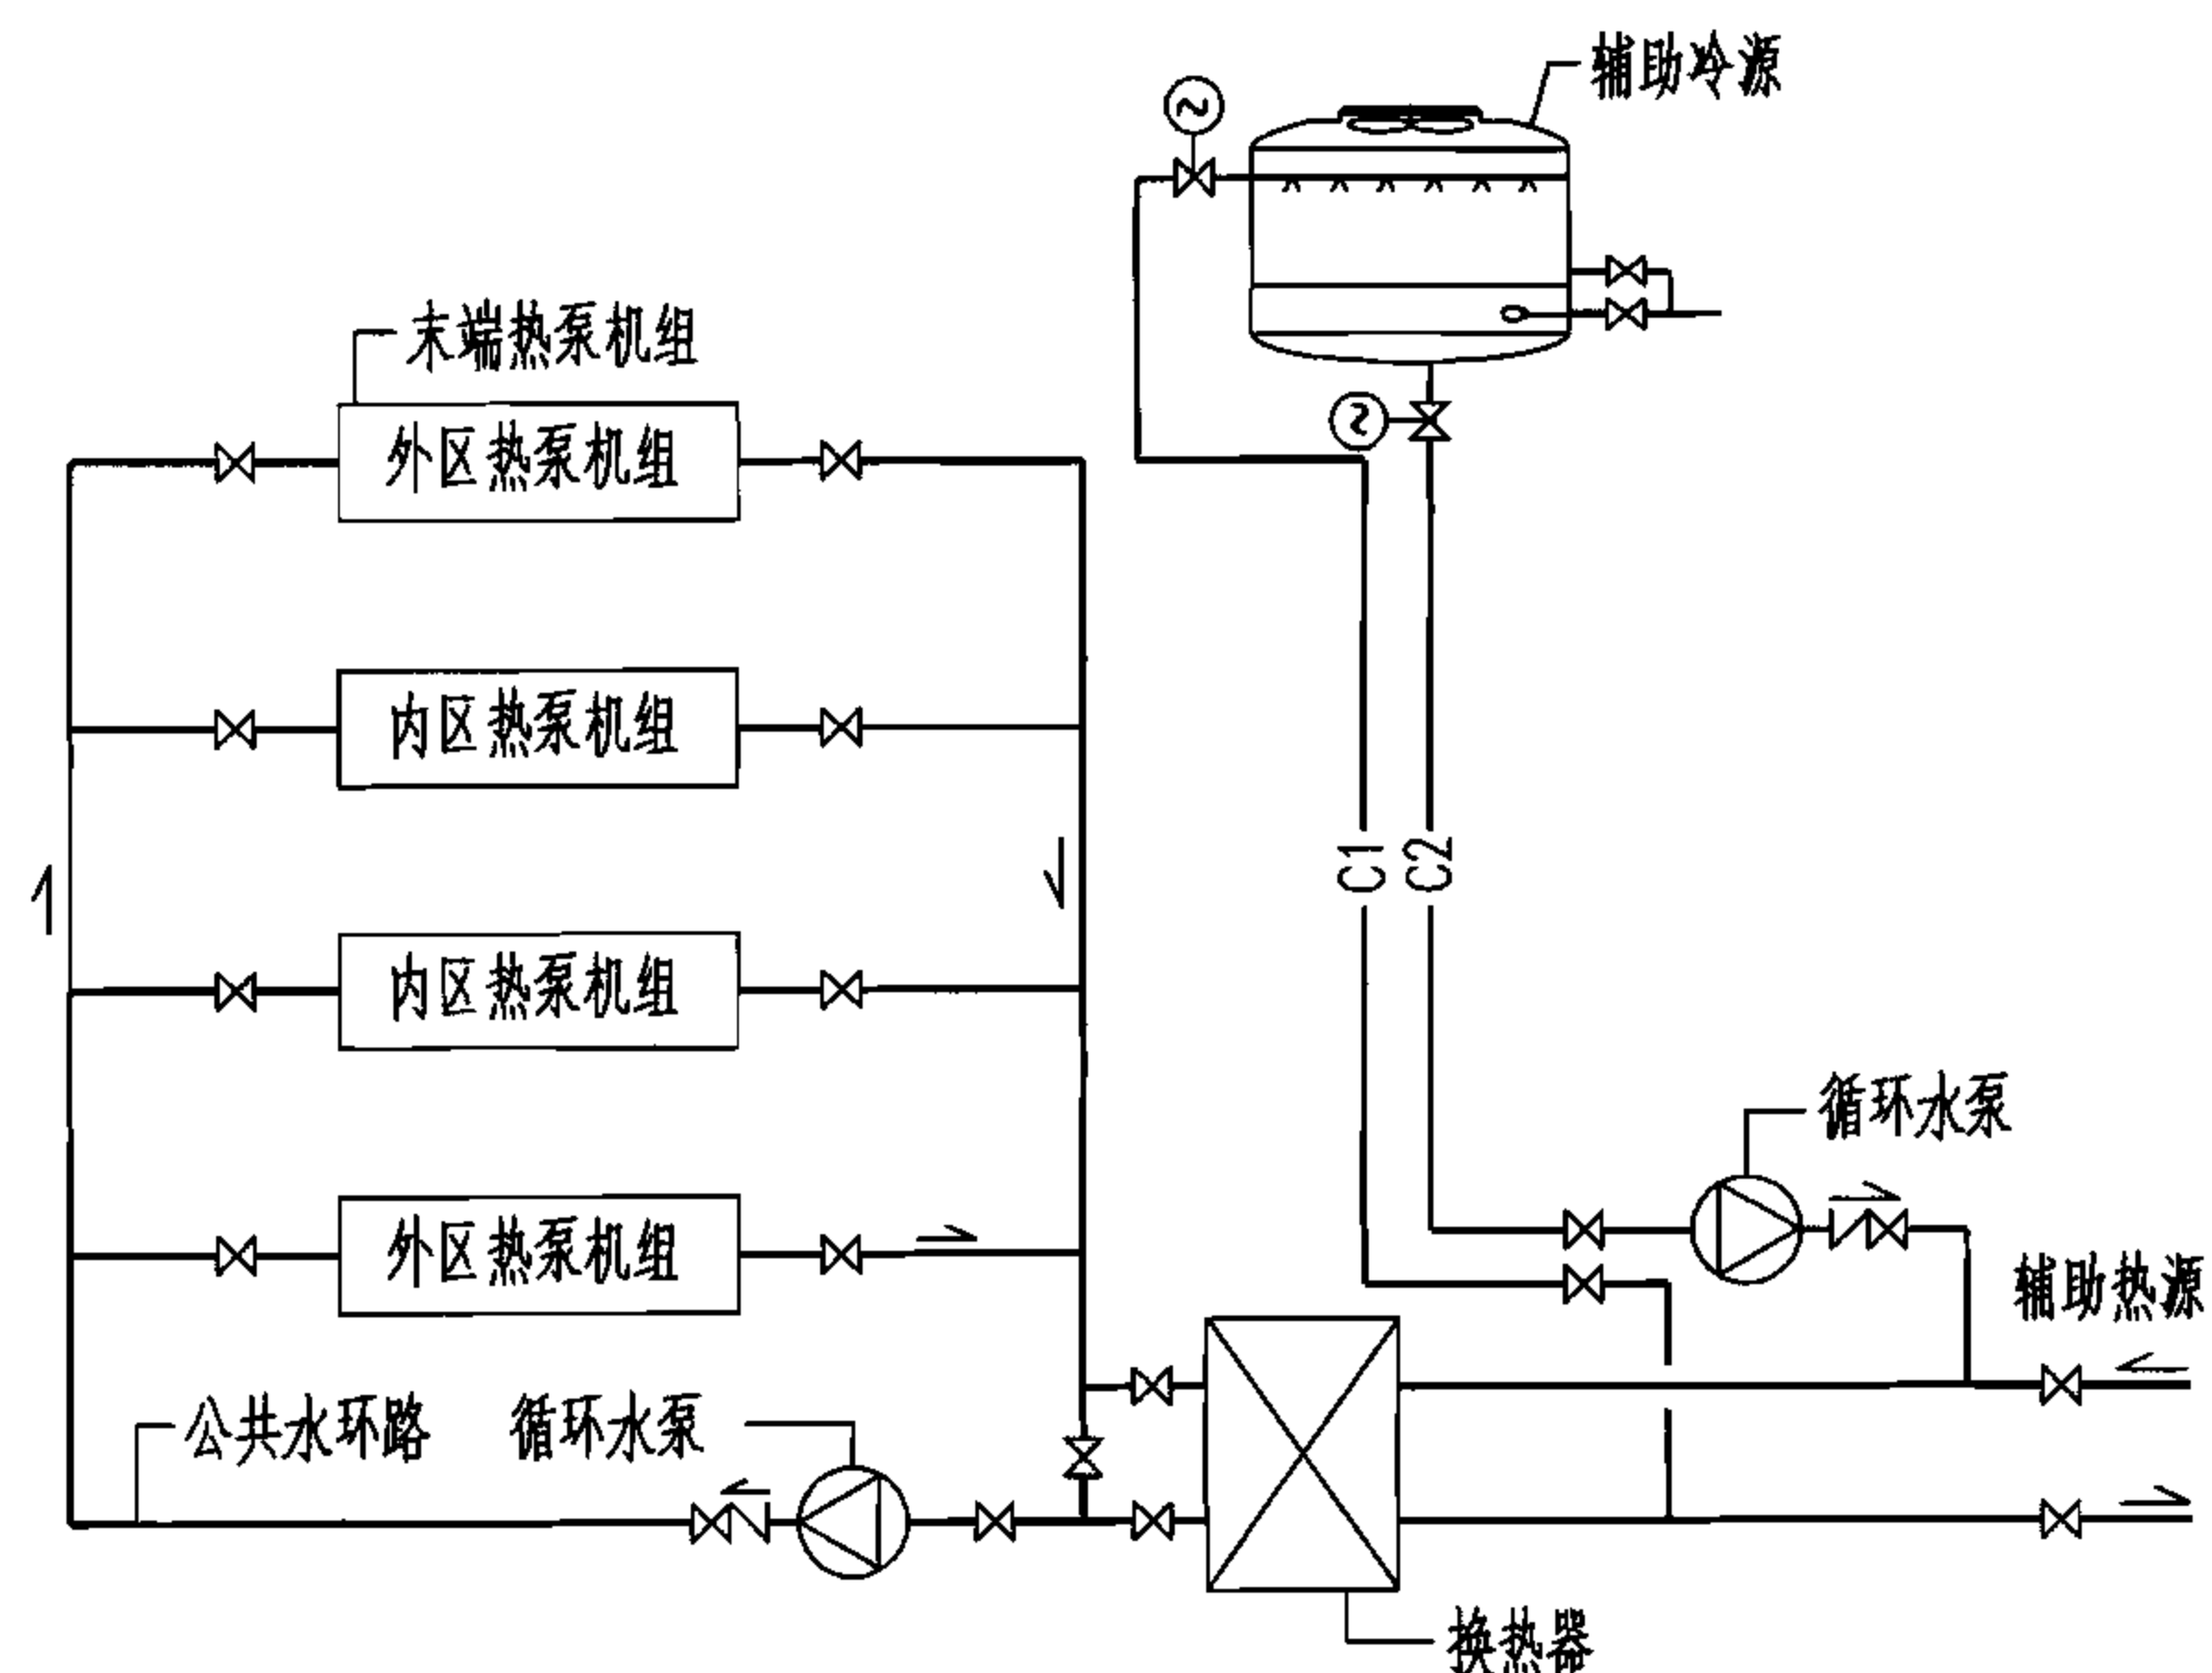
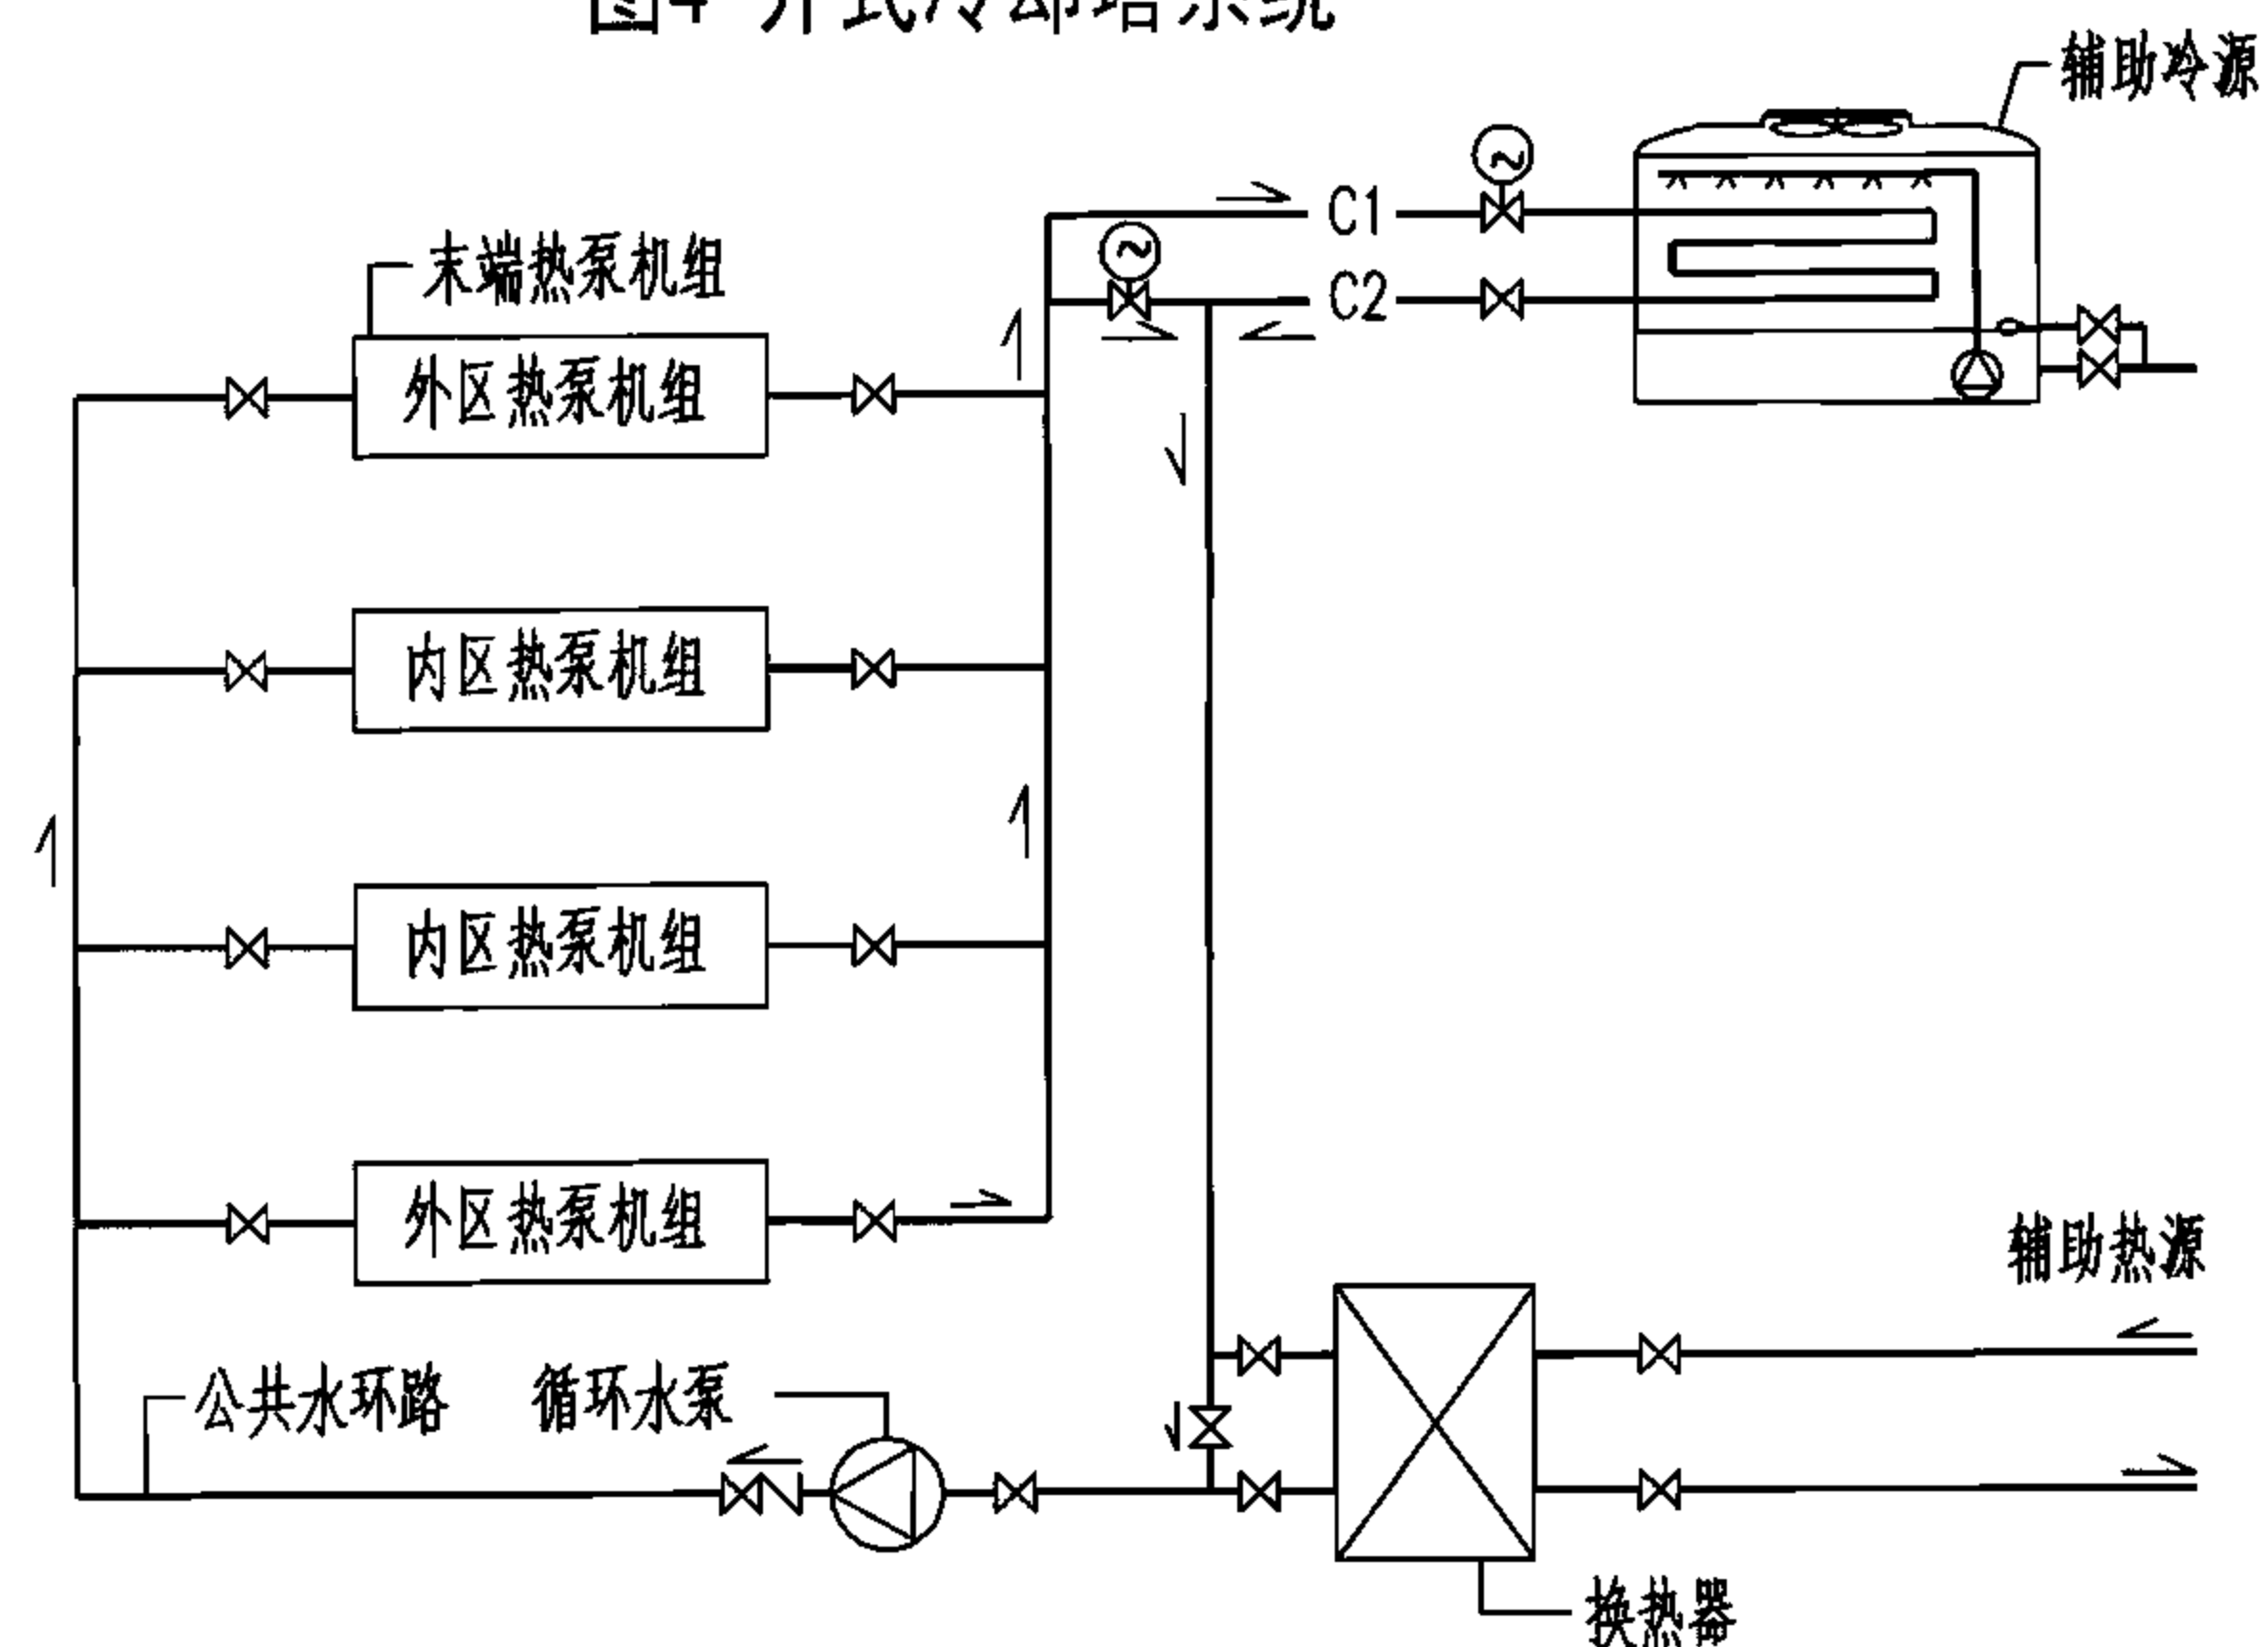
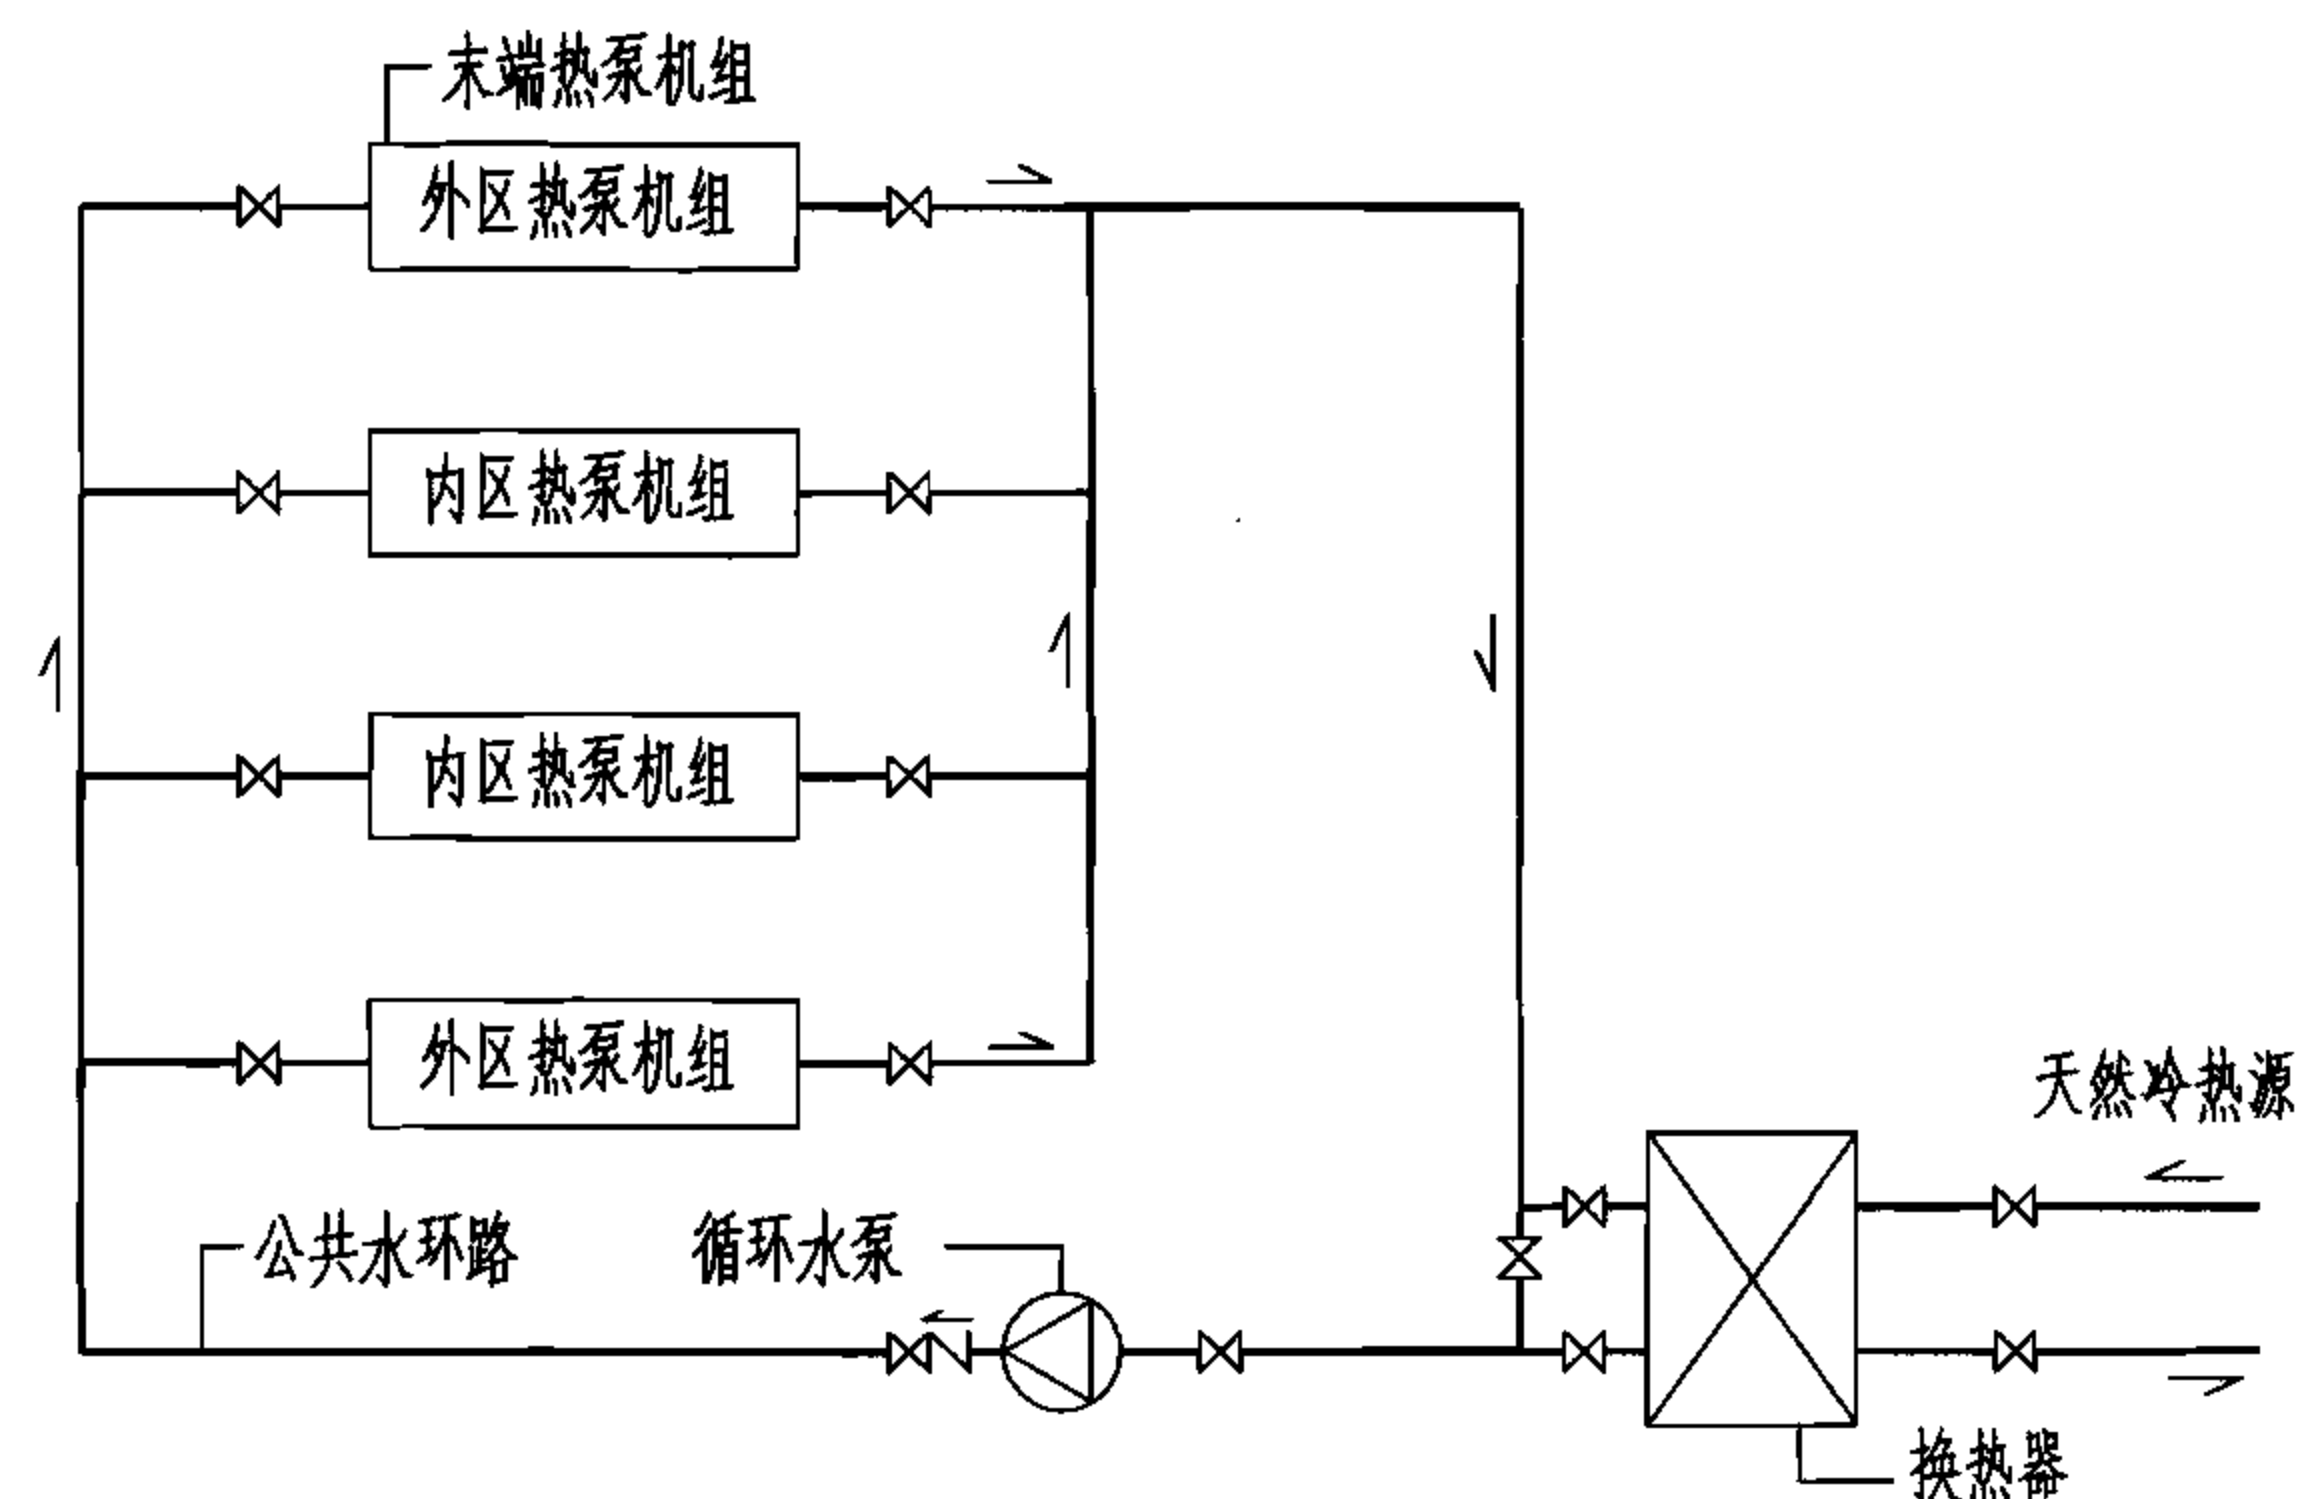

图4 开式冷却塔系统
图5 闭式冷却塔系统
图6 天然冷、热源系统
2.1 水环系统由三部分组成: 水环热泵机组; 公共水环路; 辅助冷热源。如图4、图5、图6所示。
注：1. 图4、图5所示辅助冷、热源一般为：冷却塔、燃油（气）锅炉、市政热力等。
2. 图6所示为天然冷、热源，如：地下水、地表水、工艺废水等。
如实际工程中有如图6所示天然冷热源条件,应优先采用,以利于环保和节能。